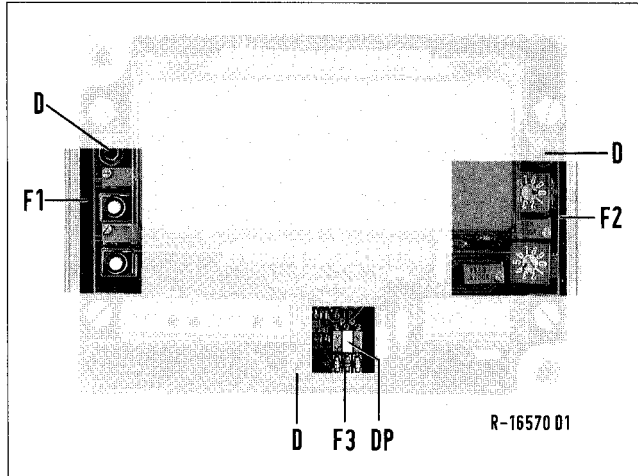

Fig. 3 Carte de signalisation (D = vis d'écartement)
2.1.2 Equilibrage (cf. Fig. 3 et tableau 1)
2.1.3 Réglage de la décimale (cf. Fig. 3 et tableau 1)
2.2.1 Réglage des valeurs limites (cf. Fig. 3 et tableau 1)
L'hystérésis peut être réglée individuellement pour chaque valeur limite. Les ponts enfichables pour changer l'hystérésis se trouvent sur la carte d'entrée. L'accès à cette carte est donné par dévissage des 3 vis d'écartement (D) et retraitement de la carte de signalisation (cf. Fig. 3).